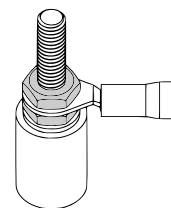

Рисунок 4.1 – Подключение соединительных проводов
8. Подключить соединительные провода к контактам в коммутационной головке или к выводам кабеля датчика (см. рисунок 4.1). Схемы внутренних соединений проводников приведены в приложении Д.
Во время проверки подключения соединительных проводов следует убедиться, что затянута нижняя и верхняя гайка (см. рисунок 4.1).